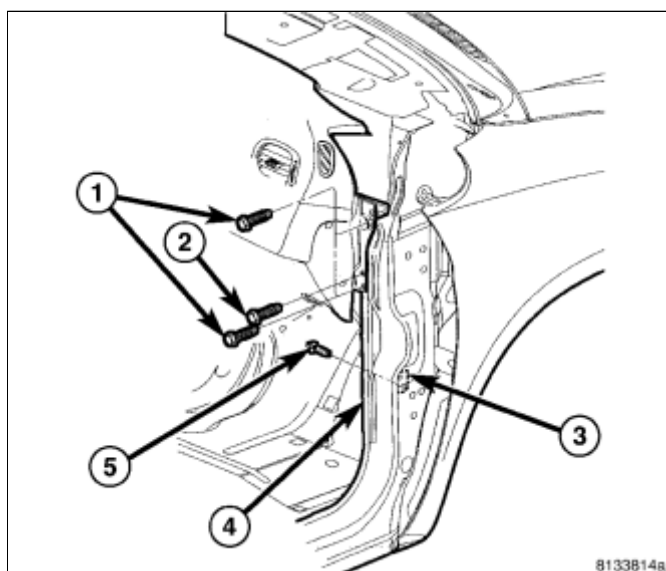

图 3 右侧I/P固定螺钉
14. 拆卸右侧A柱固定螺母(图 3)。 有2个13 mm螺栓和1个10 mm螺栓。